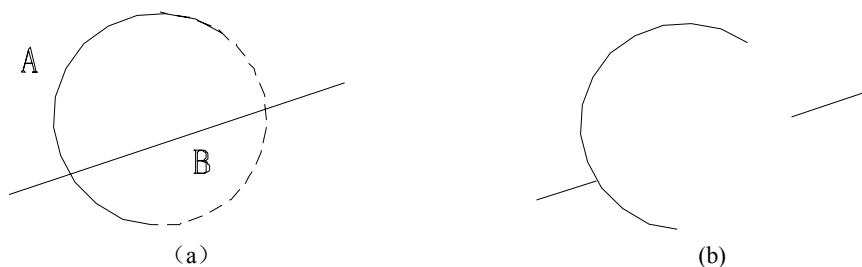

图 5-28 Trim 命令采用隐含边界
- 4) Trim 命令可以采用隐含边界，如图 5-28 (a) 所示选择隐含边界 A，结果如图 5-28(b) 所示。